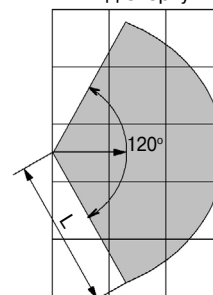

Рисунок 3 – Диаграмма зоны обнаружения АК канала
- при выборе места установки следует принимать во внимание диаграмму направленности извещателя (рисунок 3);
- расстояние (L) от извещателя до самой удаленной точки охраняемого стекла должно быть не более 6 м;